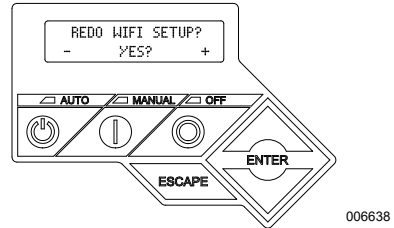

Figure 3-7. Page de reconfiguration Wi-Fi
2. Voir **Figure 3-7**. Utiliser les touches Haut/Bas et ENTER pour faire défiler jusqu'à la page **REDO WIFI SETUP? (RECONFIGURER WI-FI ?)**. Sélectionner YES (OUI).